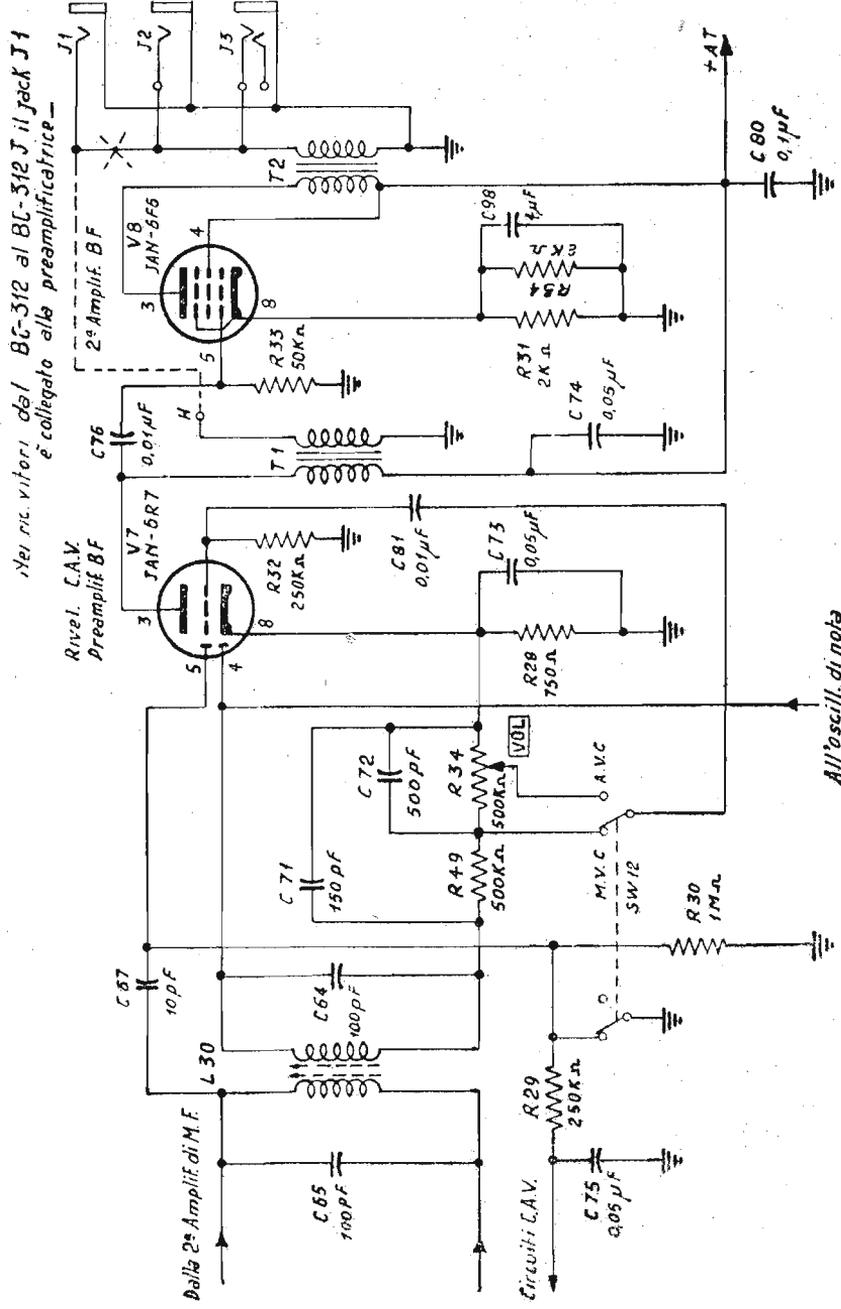

Fig. 12. Stadi rivelatore, C.A.V. ed amplif. di BF. dei ricevitori BC-312 e BC-342
1) Questo stadio monta una valvola doppio diodo triodo o R 7 (fig. 12). Una sezione diodo fa da rivelatore; l'altra sezione da CAV e la sezione triodo da preamplificatore di B.F.
L'uscita del preamplificatore viene portata alla griglia dell'amplificatrice finale attraverso il condensatore C 76 (fig. 12).